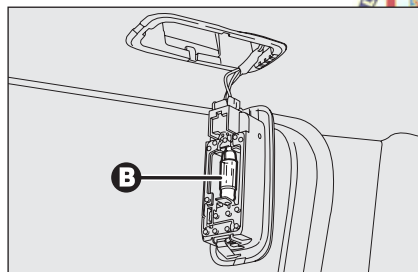

fig. 45
- ☐ sostituire la lampada **B-fig. 45** svincolandola dai contatti laterali accertandosi che la nuova lampada risulti correttamente bloccata tra i contatti stessi.